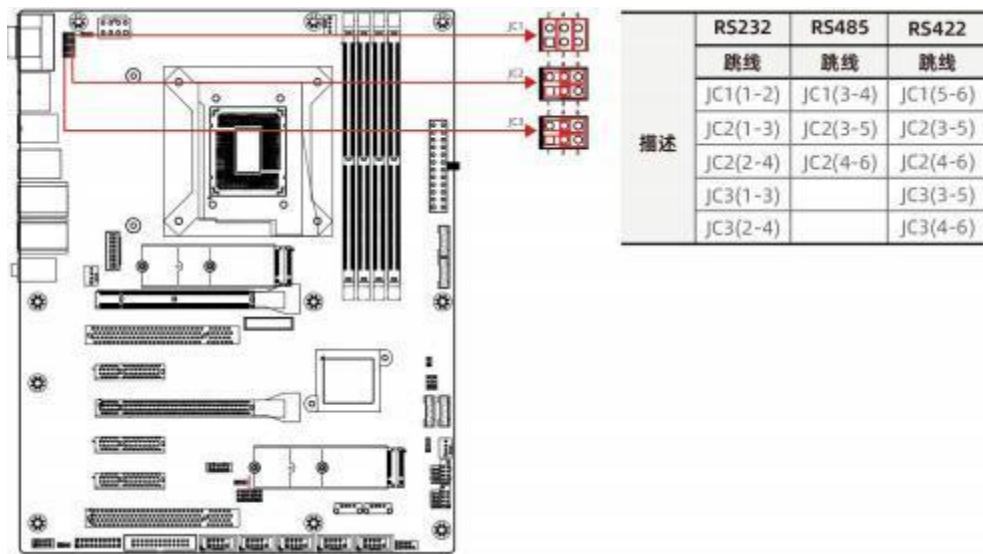

图 5-5 JC4/JC5/JC6 跳帽接口
- JCOM2 为主板内置串行通信接口连接器，COM1 为主板外置串行通信接口连接器，二者均可以通过 串口线材引出 串口，如图 5-5 所示。JCOM2/COM1 支持 RS232/422/485 三种模式。
- JC1/JC2/JC3 为 COM1 的 R232 和 R485 和 R422 模式切换跳帽，如图 5-5 所示。若硬件 jumper 设置为 RS232 或 RS485，同时需要在 BIOS 里同时将此选项设置为 RS232 或 RS485。